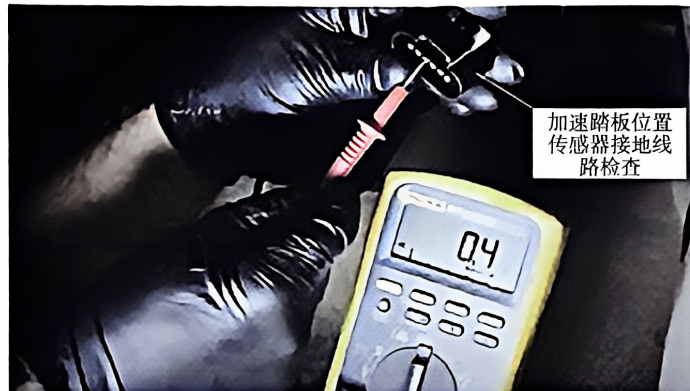

图 1-15 加速踏板位置传感器接地线路检查
① 故障检修技巧
d. 线控加速踏板供电与接地线路检查。给车辆上电, 用万用表检查为传感器供电的两条线路, 查看电压是否正常(参考值为 4.5~5 V, 具体数值以维修手册为准)。如果电压低于规定值, 需对电机控制器供电以及整车供电进行检查。用万用表检查为加速踏板位置传感器提供接地的线路是否正常, 如图 1-15 所示。如果发现未正常接地, 需对电机控制器接地进行检查。
② 故障检修流程